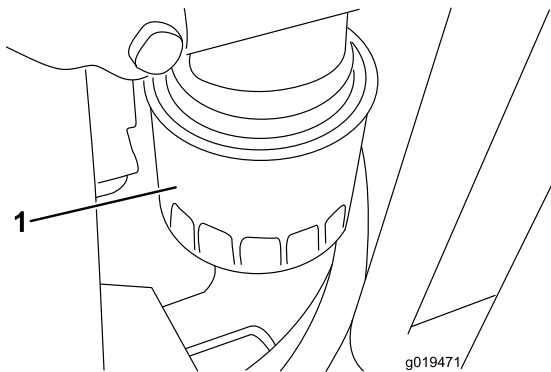

Figure 55
2. Déposez le filtre à huile (Figure 55). Appliquez une fine couche d'huile propre sur le joint du filtre de rechange avant de le visser en place. Ne serrez pas excessivement.